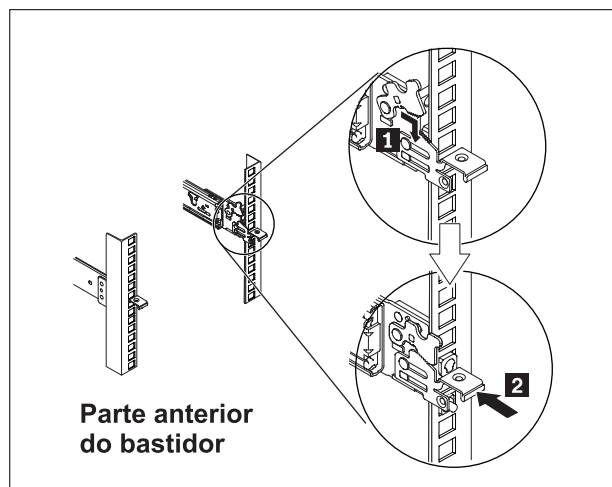

Figura 11. Instalar a parte anterior das calhas deslizantes
3. Instale a parte anterior das calhas deslizantes, conforme ilustrado na Figura 11 na página 19.